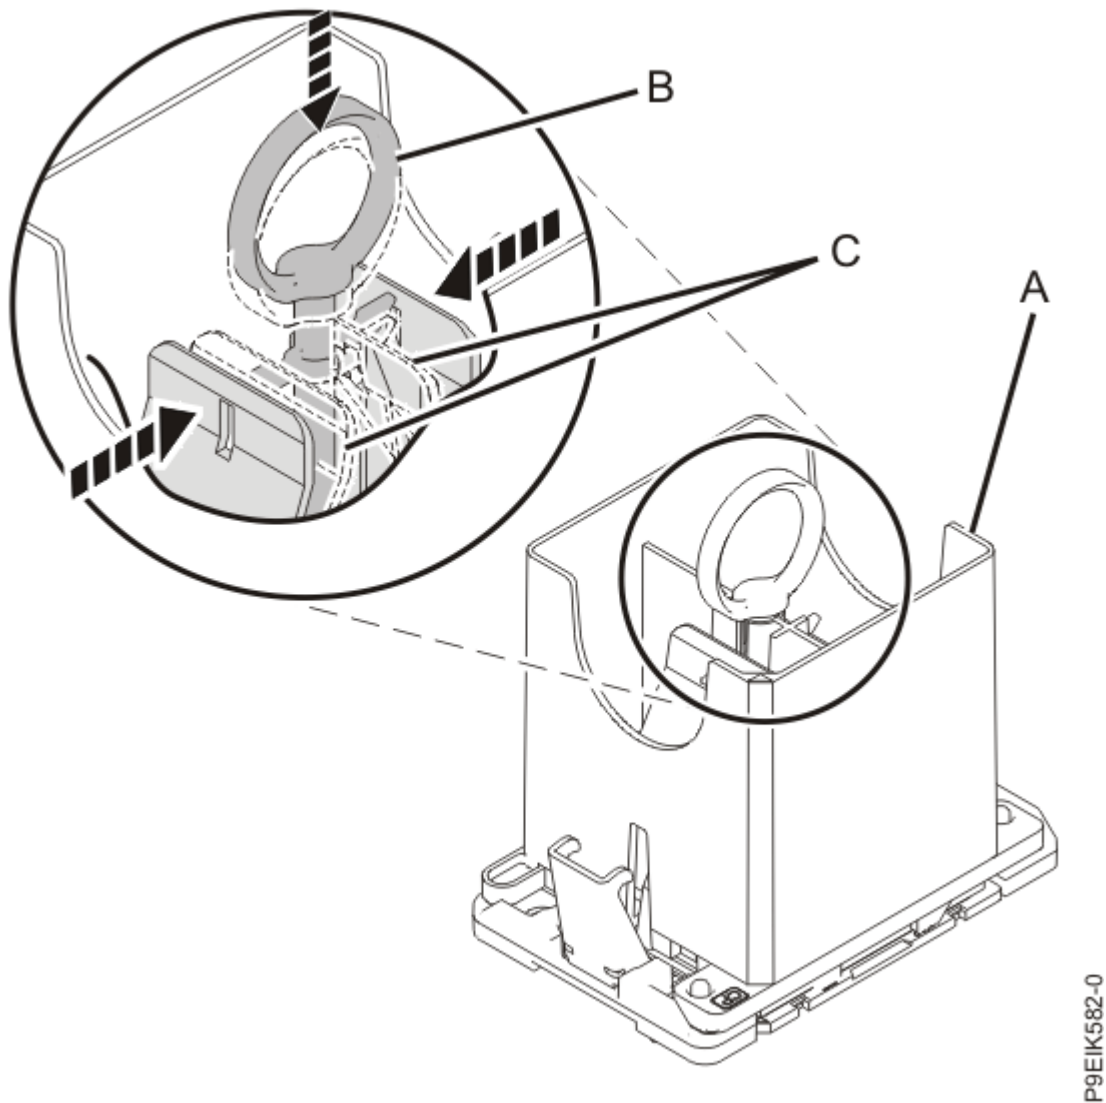

Abbildung 19. Werkzeug vom Systemprozessormodul trennen
- d) Öffnen Sie die Verriegelungen, die das Systemprozessormodul im bereitgestellten Ausbauwerkzeug **(A)** halten (siehe Abbildung 19 auf Seite 22). Drücken Sie von oben auf den Ring **(B)**, während Sie auf die Hebel **(C)** drücken.